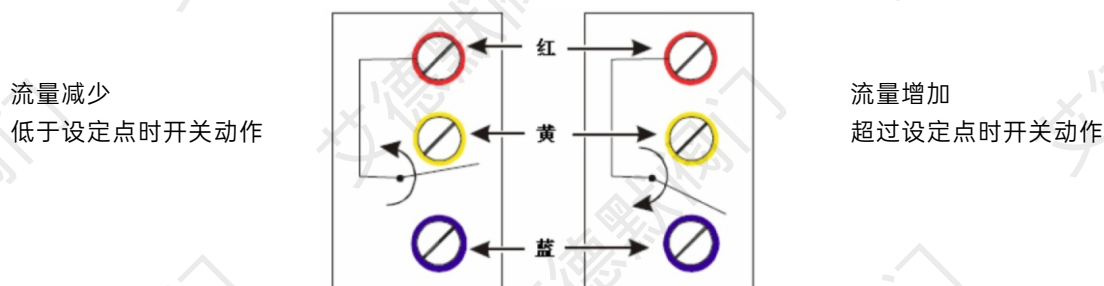

图2开关动作
AKFS流量开关的单刀双掷开关具有带颜色的接线端。红色为公共端，当流量增加时与蓝色接通;当流量减少时与黄色接通。有关开关动作和流量率，参见图2和表1
- 调高流量值，顺时针旋转调节螺丝。在调高出厂设定值后，若要调低流量值，则逆时针旋转调节螺丝。(参见图2)